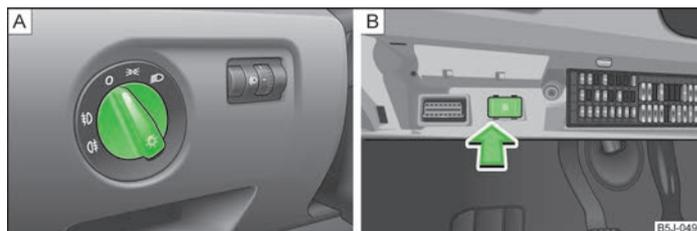

Abb. 21 Schalttafel: Lichtschalter / Sicherungsfach: Schalter für Tagfahrlicht
Bei Fahrzeugen mit **Rechtslenkung** weicht die Anordnung der Schalter zum Teil von der in » Abb. 21 auf Seite 38 gezeigten Anordnung ab. Die Symbole, die die Schalterstellungen markieren, sind jedoch gleich.
- Den Lichtschalter » Abb. 21 - **A** in Stellung \Rightarrow drehen.
- Den Lichtschalter » Abb. 21 - **A** in Stellung 0 drehen.
- › Den Lichtschalter in Stellung 0 drehen » Abb. 21 auf Seite 38 - **A**.
- › Den Schalter für das Tagfahrlicht einschalten » Abb. 21 auf Seite 38 - **B**.
- › Den Schalter für das Tagfahrlicht ausschalten » Abb. 21 auf Seite 38 - **B**.
- › Den Lichtschalter in die Stellung Standlicht \Rightarrow oder Abblendlicht \Rightarrow umschalten » Abb. 21 auf Seite 38 - **A**.